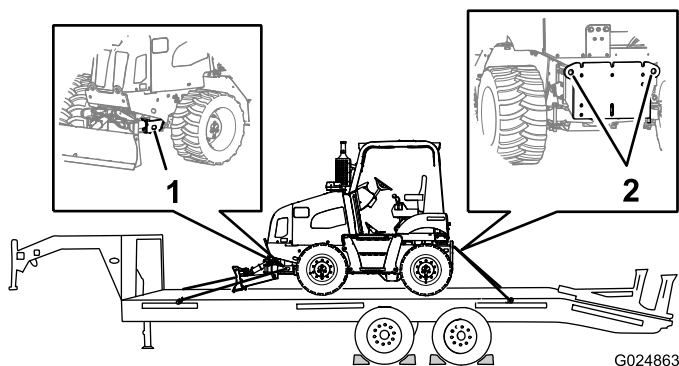

Figura 58
9. Amarre a parte dianteira e traseira da máquina ao reboque com correntes e esticador (Figura 58).